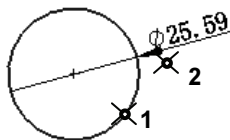

图 2.9.7 直径的标注
Step 4 确定尺寸的放置位置。在位置 2 处单击，如图 2.9.7 所示。